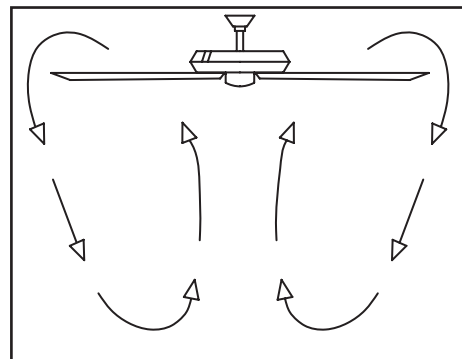

Figura 21
**Clima frío** - (Reversa) Un flujo de aire hacia arriba desplaza el aire cálido lejos del techo, como se muestra en la Figura 21. Esto permite fijar tu unidad de calefacción en una configuración más baja sin afectar tu comodidad.